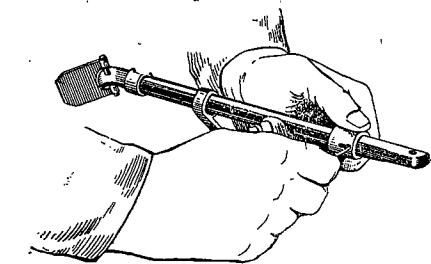

Рис. 62. Разборка подвижной муфты
- концом выколотки утопить гнеток внутрь подвижной муфты и, удерживая гнеток, сдвинуть муфту вдоль ноги в сторону сошника (рис. 62); под действием своей пружины гнеток выйдет из отверстия в ноге сошки, и пальцами руки его легко можно будет отдалить от ноги сошки.